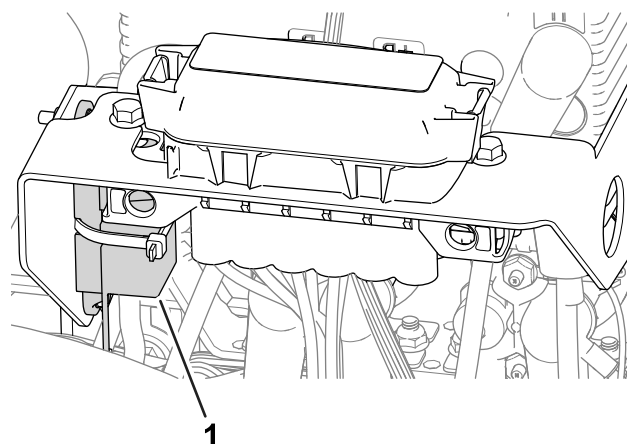

Figura 54
- Il fusibile per il motore delle ruote di sinistra (60 A) è situato sotto la copertura sul lato sinistro della macchina, vicino ai fusibili del circuito di trasmissione dei cilindri (**Figura 54**).